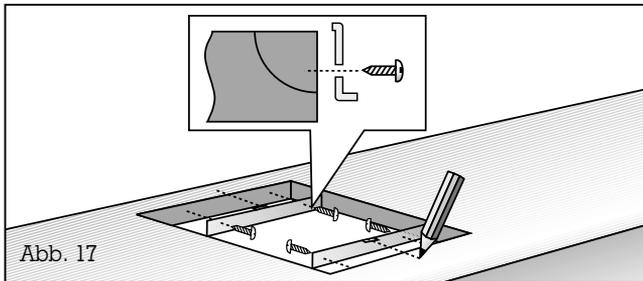

Abb. 17
- **Markieren Sie genau die Mitte des Ausschnitts.** Befestigen Sie die Befestigungsschienen an der Vorder- und Hinterkante des Ausschnitts. Achten Sie darauf, dass die Nasen der Befestigungsschienen auf der Arbeitsplatte aufliegen und dass die Mittenmarkierung der Befestigungsschienen genau mit der Mittenmarkierung des Ausschnitts übereinstimmt (Abb. 17).